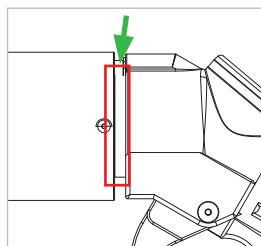

Figure 18
▶ Retirez doucement le manchon de protection anti-choc (pos. 1) vers l'avant. Vaporisez un peu de lubrifiant (une pression) sur la zone marquée (*Figure 18*).